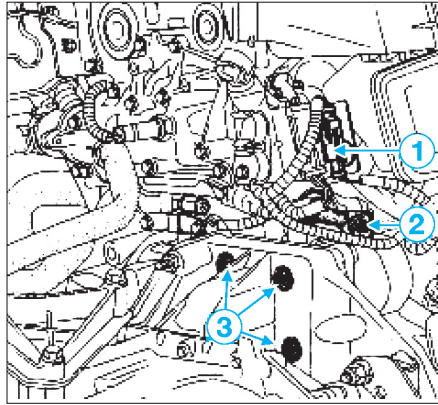

FIG. 13
- Débrancher les connexions électriques (2) du démarreur et de la sonde de niveau d'huile (1) (fig. 13).
- les fixations (3) du démarreur.